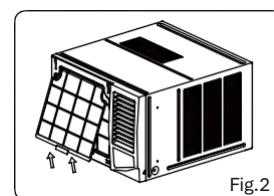

Fig.2
Saisissez la languette à l'extrémité du filtre, soulevez-la, puis tirez-la vers vous et tirez le filtre vers l'extérieur (voir Fig.2).
1. Insérez le filtre à air dans la fente du cadre de haut en bas. (Voir Fig. 2)